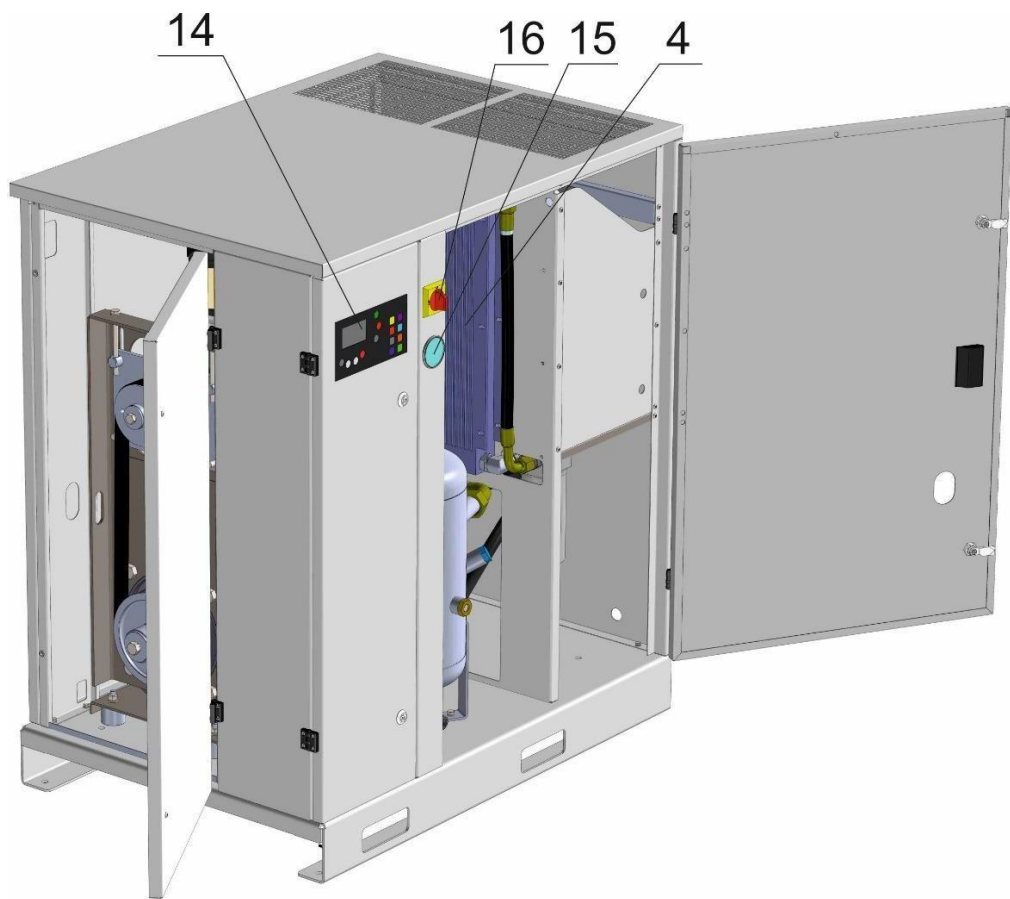

Рисунок 1 – Общий вид компрессорной установки ВК25-...(BC), 30-...(BC)
**1– Винтовой блок** предназначен для выработки сжатого воздуха (см. рисунок 1). В корпусе винтового блока расположены: винтовая группа, пропускные каналы для воздуха и масла, присоединительные фланцы.
**2– Клапан всасывающий** (см. рисунок 1) воздушный выполняет функцию подачи воздуха в камеру сжатия и предотвращения выброса наружу сжатого воздуха и масла в момент останова установки, при любом давлении подачи сжатого воздуха. Переключение клапана всасывающего в режим "ЗАГРУЗКА" или "ХОЛОСТОЙ ХОД" осуществляется при помощи клапана электромагнитного, который управляется программируемым контроллером от сигнала датчика давления.
**3– Электродвигатель** (см. рисунок 1) предназначен для привода винтового блока.
**4– Воздушно-масляный радиатор** (см. рисунок 1) двухсекционный, комбинированный, выполняет функции охлаждения масла и предварительного охлаждения воздуха на выходе из установки. Радиатор охлаждается проходящим через него потоком воздуха, который нагнетается вентилятором, установленным на втором конце вала электродвигателя привода установки.
**6– Маслосборник** (см. рисунок 1) выполняет следующие функции:
**7 – Клапан предохранительный** (см. рисунок 1 или 2 или 3) пневматический осуществляет защиту корпуса маслосборника и корпуса ресивера воздушного от превышения давления, по причине: "засорения" фильтра-маслоотделителя; неисправности клапана всасывающего или мини-мального давления; неисправности датчика давления и др.
**8 – Клапан минимального давления** (см. рисунок 1), установленный на линии нагнетания, предназначен для поддержания минимального давления в пределах 0,2...0,4 МПа внутри установки до тех пор, пока давление в распределительной сети не уравнивается с давлением внутри установки. Одновременно этот клапан выполняет функцию обратного клапана, блокируя установку от распределительной сети во время ее останова или работы на холостом ходу.
**9 – Термостат** (см. рисунок 1) состоит из запорного плунжера и термочувствительного глициринового элемента, изменяющего направление потока масла в зависимости от температуры и смонтирован в корпусе, на котором также установлен фильтр масляный.
**10 – Фильтр масляный** (см. рисунок 1) неразборный изготовлен в металлическом корпусе. Он расположен в контуре смазки и предотвращает попадание твердых частиц на рабочие поверхности винтов и подшипников. Его замена необходима после выработки часов, указанных в разделе-"ТО", а частота замены напрямую зависит от технического обслуживания воздушного фильтра и от качества масла.
**11 – Фильтр воздушный** (см. рисунок 1) впускной открытого типа. Функция воздушного фильтра - предотвращение попадания загрязняющих частиц в зону винтовой группы и систему смазки. Некачественное обслуживание воздушного фильтра приводит к уменьшению срока службы блока винтового.
**12 – Фильтр-маслоотделитель (сепаратор)** (см. рисунок 1) завершает операцию отделения масла от сжатого воздуха и обеспечивает остаточное содержание масла в сжатом воздухе не более 3 мг/м3. Пропускная способность фильтра-маслоотделителя зависит от качества масла и его рабочей температуры.
**13 – Визуализатор возврата масла** (см. рисунок 1) предназначен для визуальной оценки количества масла на возврате из фильтра-маслоотделителя. Масло, отделенное фильтром-маслоотделителем, возвращается в систему смазки установки. Визуализатор позволяет проверить эффективность работы фильтра-маслоотделителя и системы сепарации.
**14 – электронный контроллер** (см. рисунок 1) предназначен для управления и контроля работы компрессорной установки (руководство пользователя контроллера приведено в приложении В);
**15 - выключатель вводной** (см. рисунок 1) предназначен для подключения компрессорной установки к электрической сети, аварийного отключения ее.
**16 - манометр воздушный** – (см. рисунок 1) индикатор-прибор прямого действия, предназначен для контроля давления воздуха на выходе компрессорной установки и отсутствия избыточного давления в сети при выключенном компрессоре.
**17 – Шкаф с электроаппаратурой** (см. рисунок 1) представляет собой короб закрытого типа с установленной платой, на которой смонтирована пуско–регулирующая аппаратура и устройства защиты.
**19 – Корпус шумозащищенного исполнения** (см. рисунок 1) служит для снижения уровня шума от установки в рабочей зоне.
**22** – **Частотный преобразователь** (см. рисунок 1) предназначен для снижения потребления электроэнергии за счет изменения частоты вращения электродвигателя при изменении потребления сжатого воздуха.